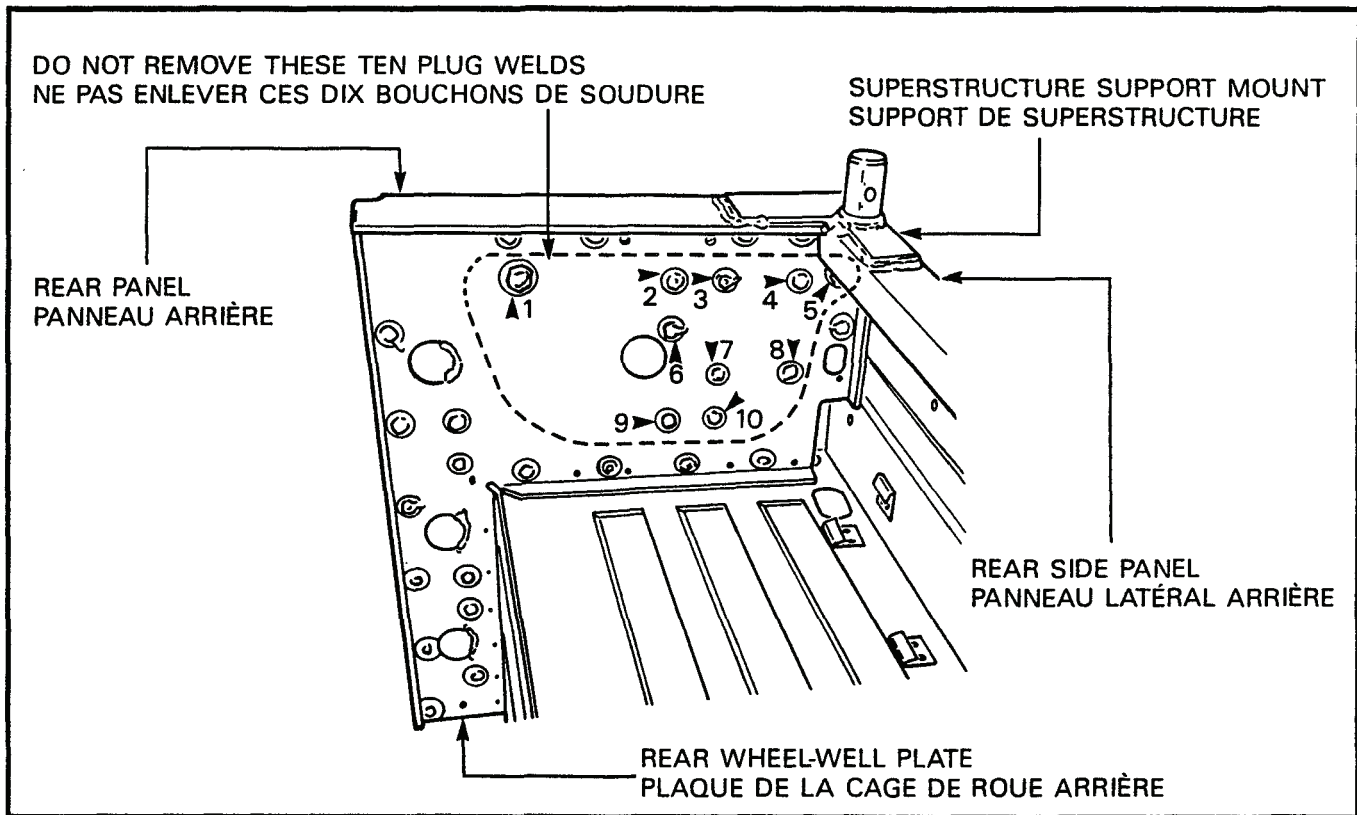

Figure 6-2-19 Plug Welds on Rear Wheel-Well Plate
b. Using a plug weld drill, remove the plug welds which secure the rear wheel-well plate to the rear panel. Do not remove the plug welds indicated by arrows, which secure the antenna mounting plate to the rear panel, see Figure 6-2-19.	b. Au moyen d'une perceuse à bouchons de soudure, enlever les bouchons de soudure retenant la plaque de la cage de roue arrière au panneau arrière. Ne pas enlever les bouchons de soudure indiqués par des flèches, puisque ceux-ci retiennent la plaque de fixation d'antenne au panneau arrière. Voir figure 6-2-19.
f. Using MIG welding, weld the superstructure support mounts to the rear panel and the rear side panel, see Figure 6-2-19.	f. Souder par le procédé MIG les supports de la superstructure aux panneaux arrière et latéral arrière, voir figure 6-2-19.
g. Using MIG welding, plug weld the rear wheel-well plate to the rear panel, see Figure 6-2-19.	g. Souder par bouchons de soudure MIG la plaque de la cage de roue arrière au panneau arrière, voir figure 6-2-19.